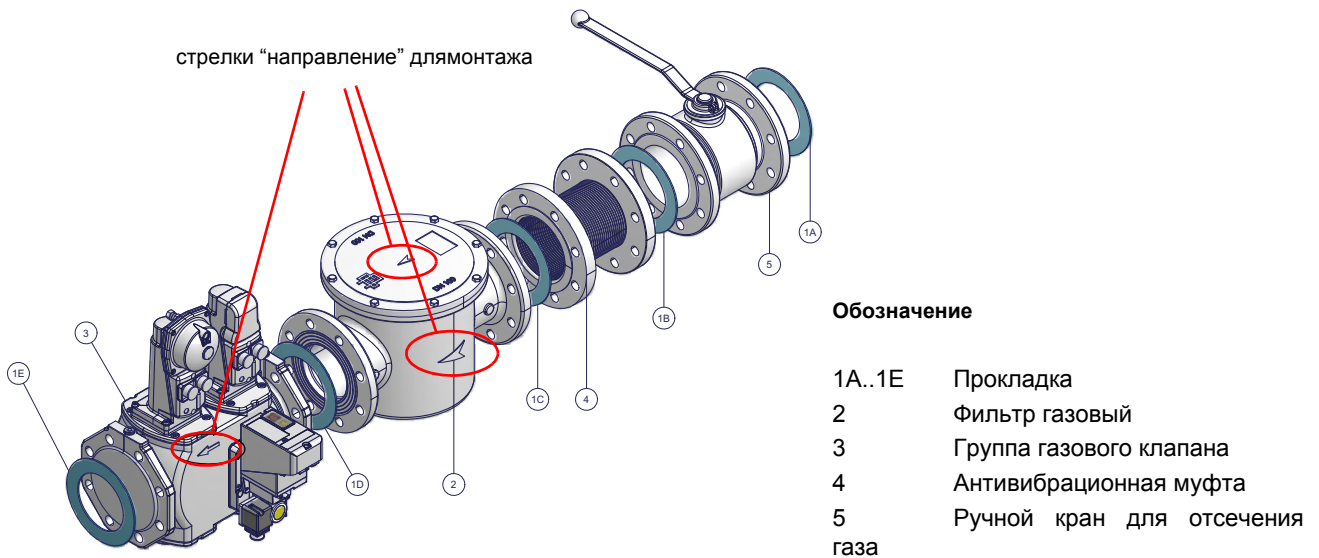

Рис. 6 - Пример газовой рампы
б) при фланцевых соединениях: между соседними компонентами устанавливать прокладку (1A..1E - Рис. 6), совместимую с используемым газом,
**ВНИМАНИЕ:** после монтажа газовой рампы согласно схеме на Рис. 6, необходимо провести тестирование на герметичность газового контура, согласно требований действующих нормативов.